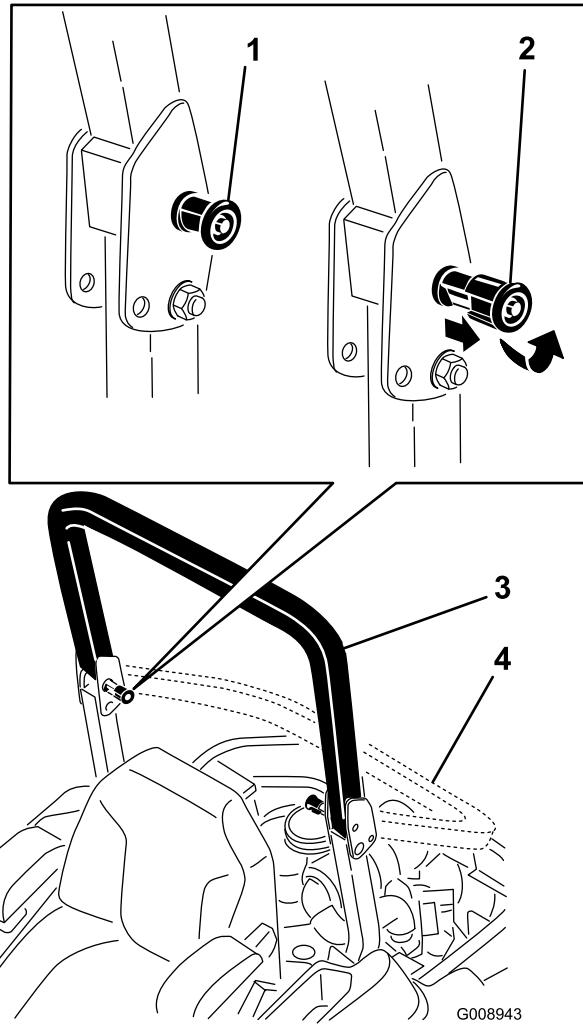

Bild 7
2. Ziehen Sie die zwei Handräder heraus und drehen sie um 90°, damit sie nicht eingerastet sind (Bild 7).
3. Senken Sie den Überrollbügel ab (Bild 7).
4. Zum Hochklappen des Überrollbügels heben Sie ihn an und drehen die Handräder so, dass sie teilweise in den Schlitten sitzen (Bild 7).
5. Klappen Sie den Überrollbügel ganz hoch und drücken Sie gleichzeitig am oberen Überrollbügel; die Stifte rasten ein, wenn die Löcher mit den Stiften ausgefluchtet sind (Bild 7). Wenden Sie Druck auf den Überrollbügel an, um sicherzustellen, dass die Stifte eingerastet sind.